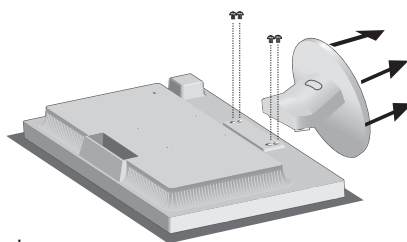

Figure R.2
3. Retirez les 4 vis fixant le moniteur à son support et enlevez le support comme indiqué (**Figure R.2**). Le moniteur est maintenant prêt pour un montage différent.